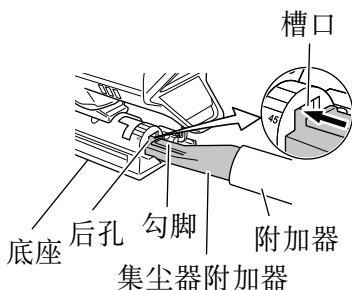

图 33
- (5) 将清洁器插入底座的后孔直至勾脚插入槽口。(图 33)
- (6) 按住勾脚以取下集尘附加器。